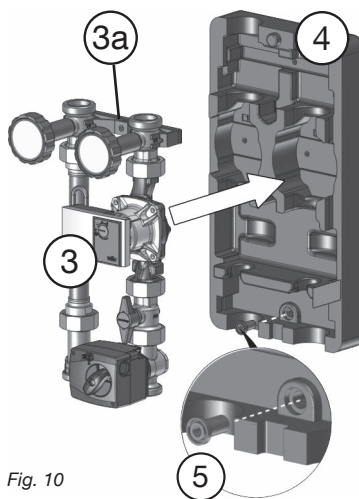

Fig. 10
6. Inserire il distanziale (5, fornito a corredo del gruppo) nel foro inferiore della parte posteriore della coibentazione (4) (fig. 10)
7. Installare il gruppo (3) sulla parte posteriore della coibentazione (4)
8. Fissare la stazione (gruppo Regumat e parte posteriore della coibentazione) sulla parete utilizzando la chiave a testa esagonale (12mm) in dotazione. La stazione viene fissata nella parte superiore mediante la staffa a parete integrata (3a) e sul fondo con il distanziale (5) inserito nella parte posteriore della coibentazione
9. Montare il blocco di fissaggio (2)